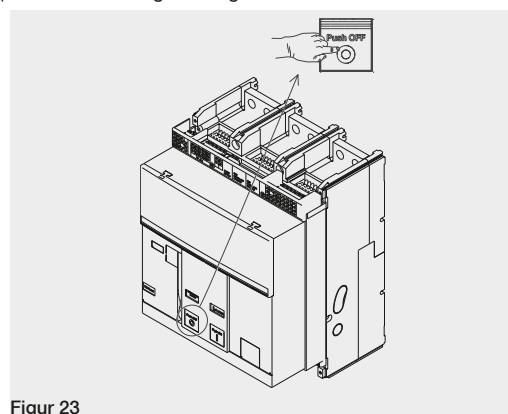

Figur 21
4. Slutning – Tryck på stängningsknappen "I - Tryck på ON" som angivet i Figur 21.